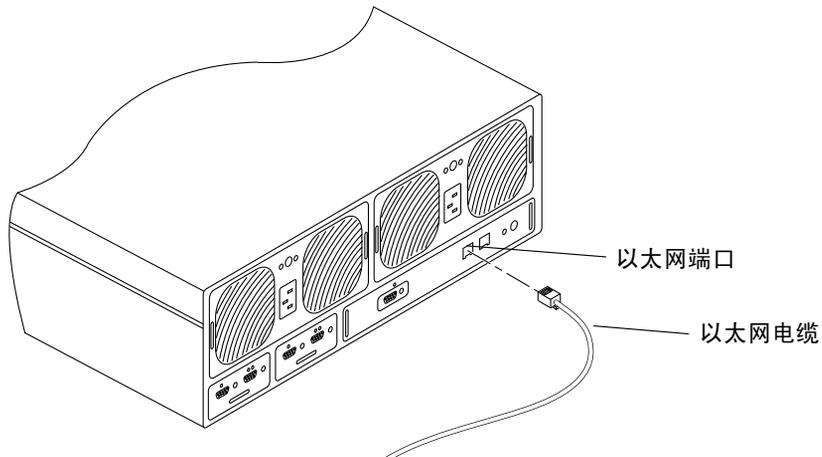

图 6-3 连接以太网电缆
4. 将以太网电缆的一端连接到主部件的控制器卡的以太网端口（图 6-3）。使用 5 类以太网电缆。